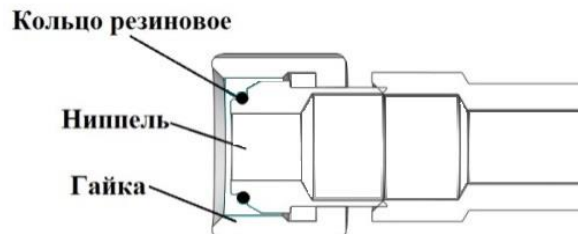

Рисунок 13 – Установка резинового кольца КУН 2000.00.005
**ВНИМАНИЕ!** Перед монтажом гидросистемы установить кольцо резиновое КУН 2000.00.005 на всех резьбовых соединениях, где имеется ниппель с канавкой и гайка накидная (см. рис. 13).